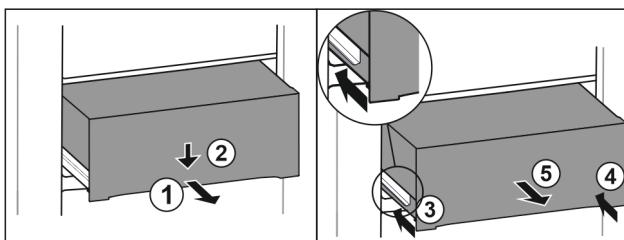

Fig. 129
- ▶ Изтеглете чекмеджето наполовина. Fig. 129 (1)
- ▶ Натиснете надолу чекмеджето от предната страна. Fig. 129 (2)
- ▶ Вкарайте лявата релса приблизително 2 см навътре. Fig. 129 (3)
- ▶ Вкарайте дясната релса приблизително 2 см навътре. Fig. 129 (4)
- ▶ Извадете чекмеджето напред. Fig. 129 (5)